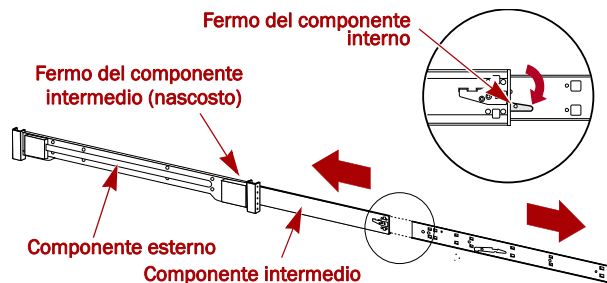

Figura 2. Fermi della guida interna
2. Rimuovere la **guida interna** (Figura 2) dal gruppo delle guide: